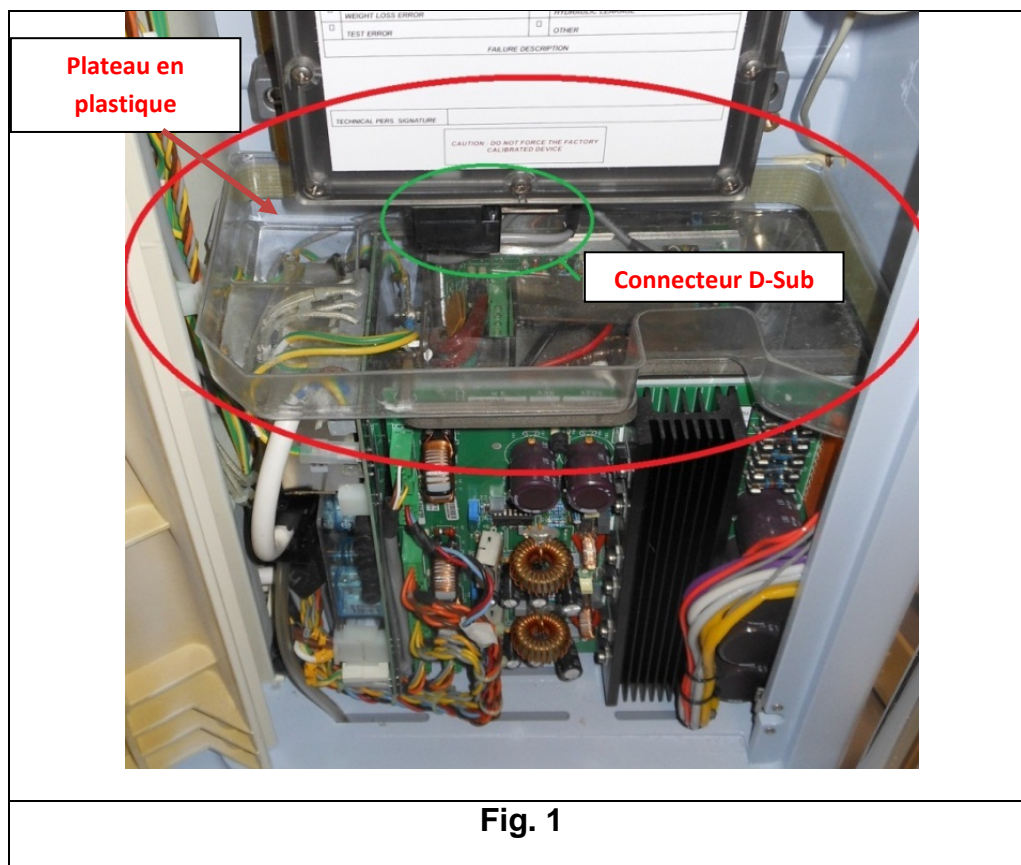

Fig. 1
2. Retirez le couvercle en plastique, puis retirez le plateau en plastique (ovale rouge dans la **Fig. 1**) couvrant le bloc d'alimentation. Débranchez ensuite le connecteur D-Sub (ovale vert dans la **Fig. 1**) du bas du débitmètre différentiel.